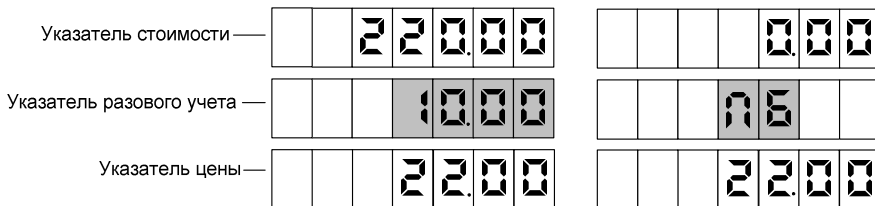

Рисунок 6
9.2 Для выдачи топлива необходимо задать дозу с системы управления. Когда устройство будет готово к отпуску топлива, в средней строке табло мигающими символами отобразится величина *заданной* дозы, а в случае отпуска "до полного бака" – символы "ПБ" (рисунок 6). Это дает клиенту удобный способ определить, когда можно начать заправку, а также убедиться, что задано именно то количество топлива, которое он заказывал. Для запуска налива необходимо снять раздаточный кран или подать команду "Пуск" с системы управления, после чего значения стоимости и объема на табло обнуляются. С этих пор на табло отображается *отпущенная* на текущий момент доза.